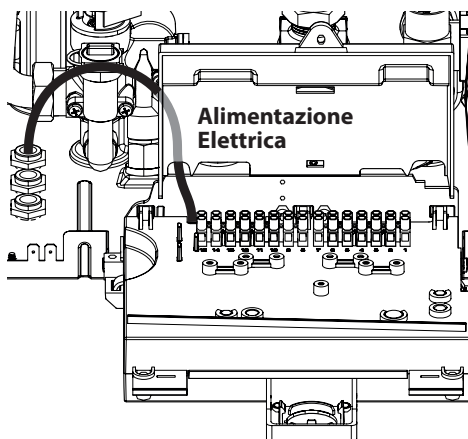

Figura 5.27
- Collegare il cavo di alimentazione elettrica all'interruttore onnipolare rispettando la corrispondenza della linea (filo marrone) e del neutro (filo azzurro) Figura 5.27.